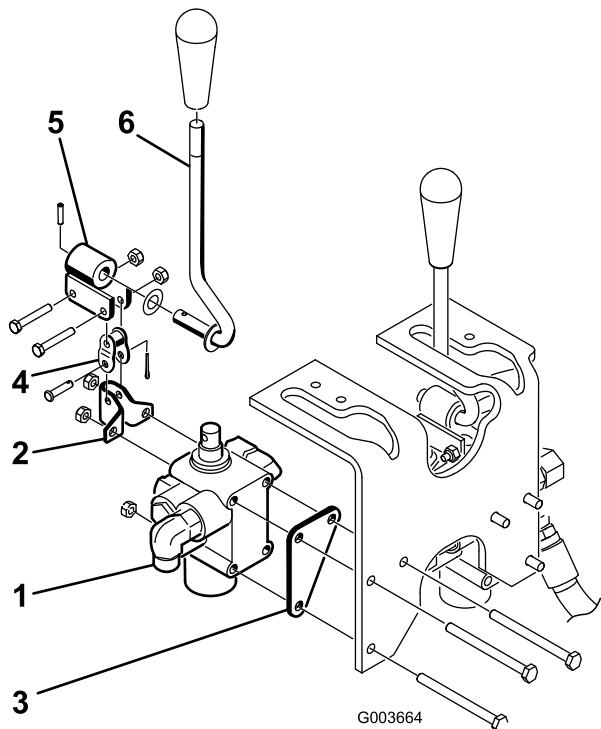

図 5
- ボルト3本 ((1/4 x 3 in) とロックナット3個 (図 5) を使って、バルブ・アセンブリ、ピボット・ブラケットおよびバルブ・プレートをフレームに取り付ける。取り付ける時に、バルブ・プレートがフレーム部材の前にくるようになる。90~110 in-lb (1.05~1.25 kg.m) にトルク締めする。
- ボルト2本 (#10 x 1-1/4 in) とロックナット2個を使って、ピボット・レバー・アセンブリを、バルブ・スプールとオフセット・リンクに仮止めする (図 5)。この時点ではまだ本締めを行わないこと。